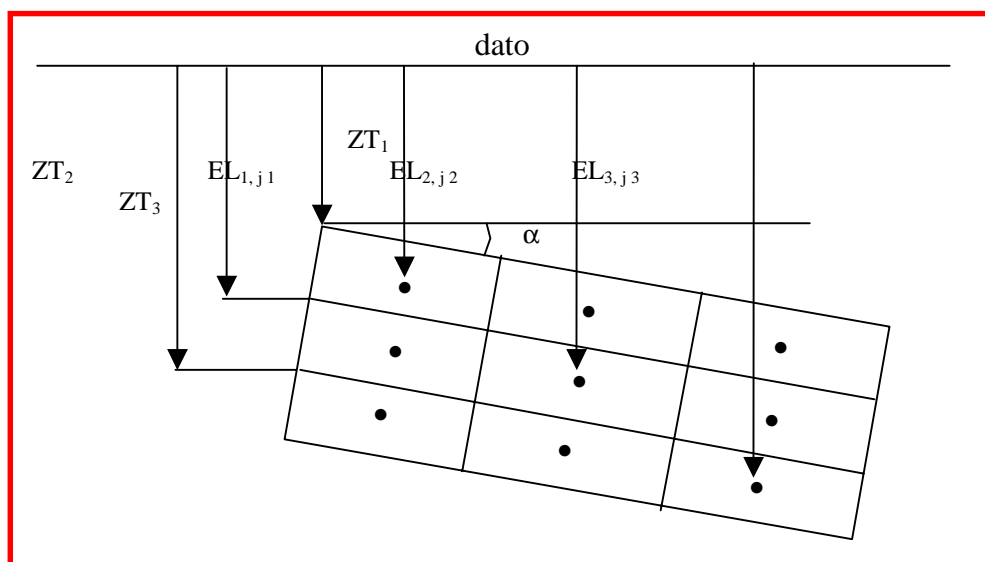

Figura 1
Con el sistema de coordenadas usado en BOAST 3, los valores de la dirección z crecen hacia abajo, como se ilustra en la Figura 1. De esta manera las profundidades deben leerse como profundidades debajo del dato de referencia seleccionado por el usuario (los valores negativos se leerán como alturas sobre el dato).
- (b) $KEL = -1$ significa ángulo de inclinación constante con capas contiguas. Leer un único valor de **ELEV** (ZT_1 , en la Figura 1) que es la elevación en la esquina superior izquierda de la grilla de bloques (1,1,1). Los otros valores (ZT_2 , ZT_3 , etc.) serán calculados.